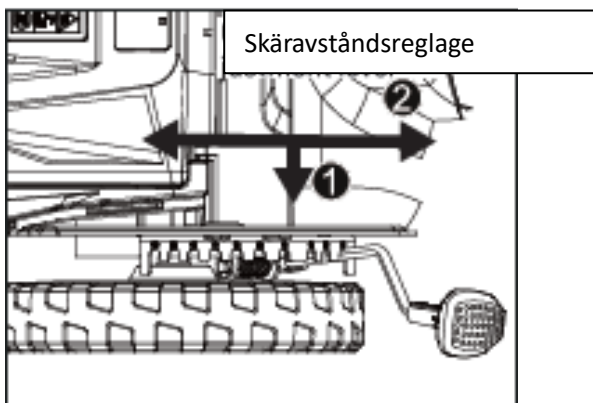

Fig. 7a
- Dra ut skärhöjdsreglaget ur spärren och flytta det framåt eller bakåt för att ställa in önskad skärhöjd (fig. 7a).